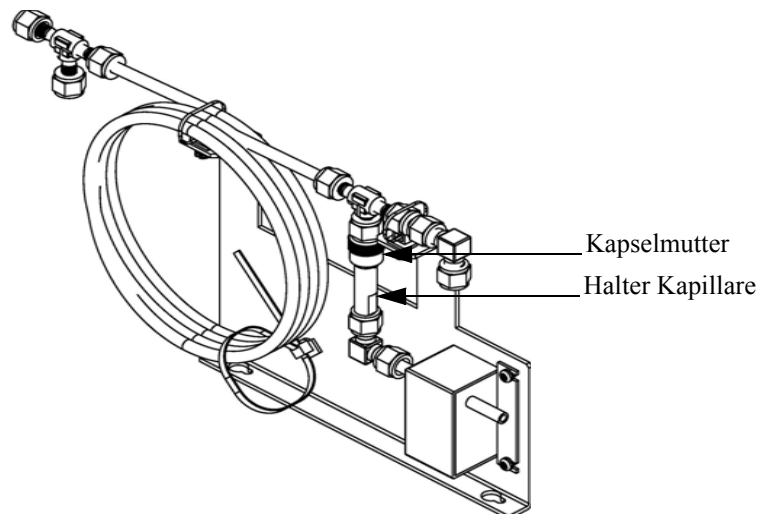

Abb. 5-1. Kapillare prüfen und tauschen
3. Lokalisieren Sie die Position des Kapillarhalters (Abb. 5-1) und lösen Sie die gerändelte Kapselmutter.